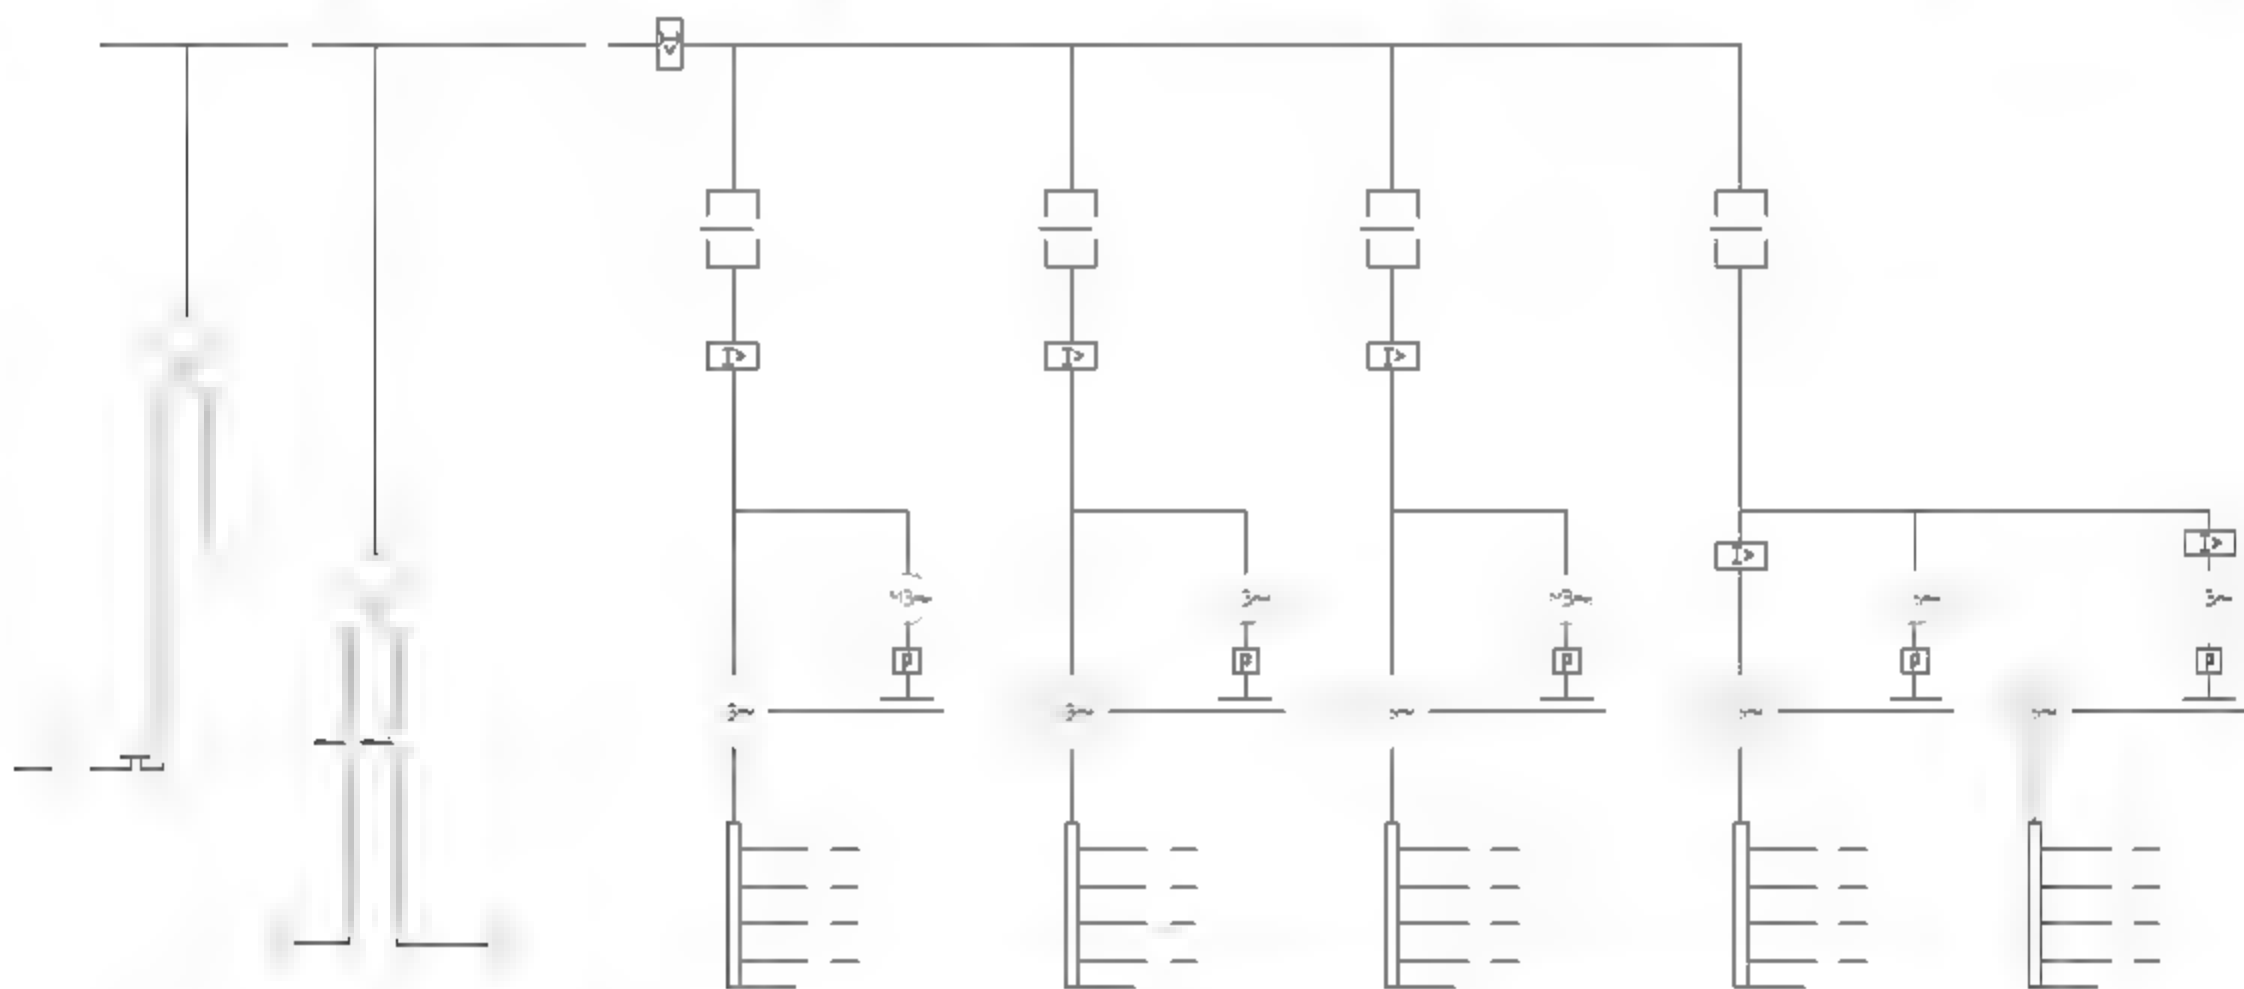

图11-51 绘制结果
**15** 调入元件图块。在本书配备资源中的“素材\第11章\电气图例.dwg”文件中选择开关、灯等图块，将其复制至系统图中；调用TR【修剪】命令，修剪线路，结果如图11-51所示。